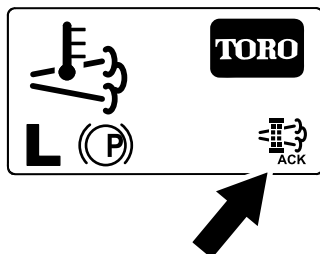

图32
8. InfoCenter (信息中心) 将显示主屏幕，且再生过程中再生确认图标 (图32) 将出现在屏幕右下角。